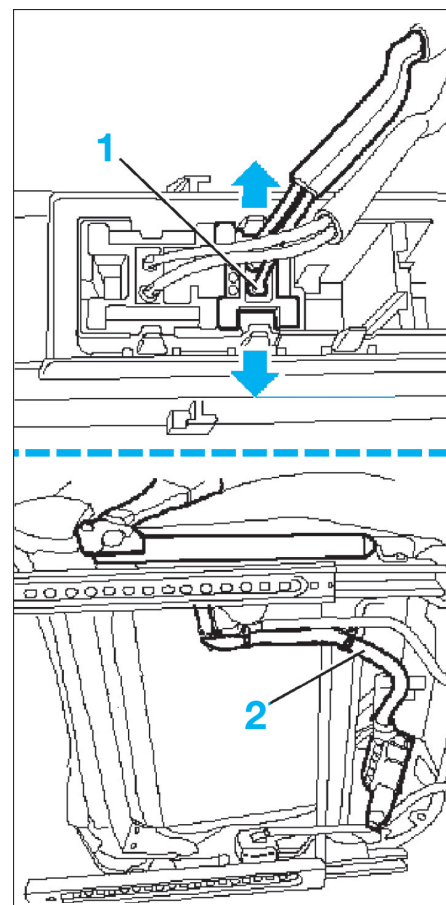
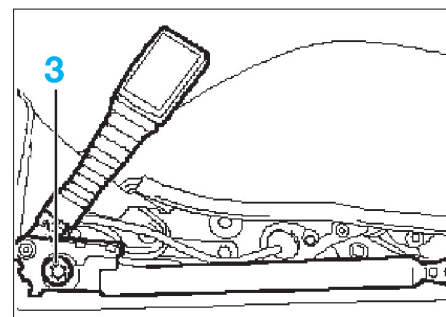

FIG. 15
FIG. 16
- Dégager le connecteur (1) du prétensionneur du support (fig. 15).
- Détacher le faisceau (2) du prétensionneur de l'armature du siège.
- Déposer la vis de fixation (3) du prétensionneur de la boucle de ceinture (fig. 16).